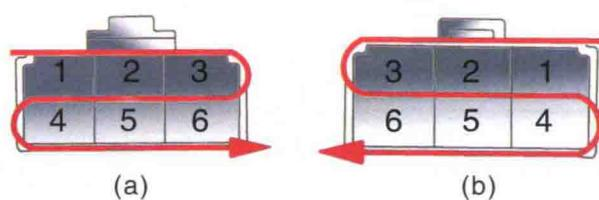

图1-11 连接器插件号码
① 如图1-11(a)所示，如从连接器插件的正面（针孔侧）看时，连接器插座的针孔号码是从左上至右下进行编号。
② 如图1-11(b)所示，如从连接器插件的正面（针脚侧）看时，连接器插脚的针脚号码是从右上至左下进行编号。